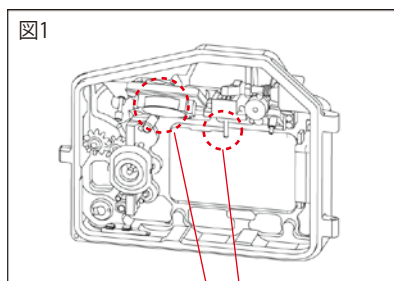

図1
1. ロック解除ボタンを押したままリアケース開閉ダイヤルラッチを「OPEN」方向に回転させます。(図1)
1. 付属のCR2450電池をリアケース内側の電池ボックスにセットして、アラームのスイッチを入れます。(図1)
- 1.ハウジングを開け、赤いロックレバーをスライドさせてカメラ固定プレートを引き出します。(図1)
1. ポートリリースレバーのセーフティボタンを下側に押しします。(図1)